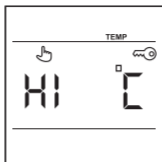

Рис. 26
2. Перегрева поверхности пола выше $+45\text{ }^{\circ}\text{C}$ на дисплее появляется соответствующая информация (рис. 26) и обогрев будет отключен.